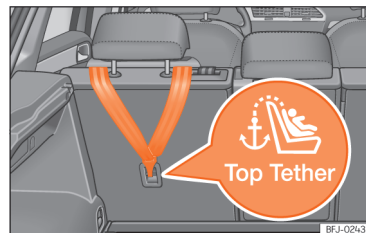
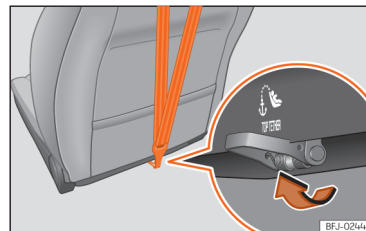

Abb. 46 Rückseite der Rücksitzbank der zweiten Reihe: Halteösen für den Top Tether Haltegurt.
Abb. 47 Rückseite der Beifahrersitzlehne: Verankerung für den Top Tether Haltegurt.
- Den Haltegurt verschieben und ordnungsgemäß an der Verankerung des hinteren Teils der Rücklehne befestigen >>> [Abb. 46], >>> [Abb. 47].